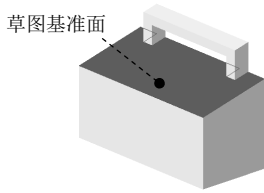
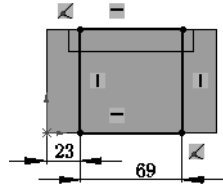

图 5.24.9 选取图基准面
图 5.24.10 横断面草图
(2) 定义特征的横断面草图。选取如图 5.24.9 所示的模型表面作为草图基准面，绘制如图 5.24.10 所示的横断面草图。